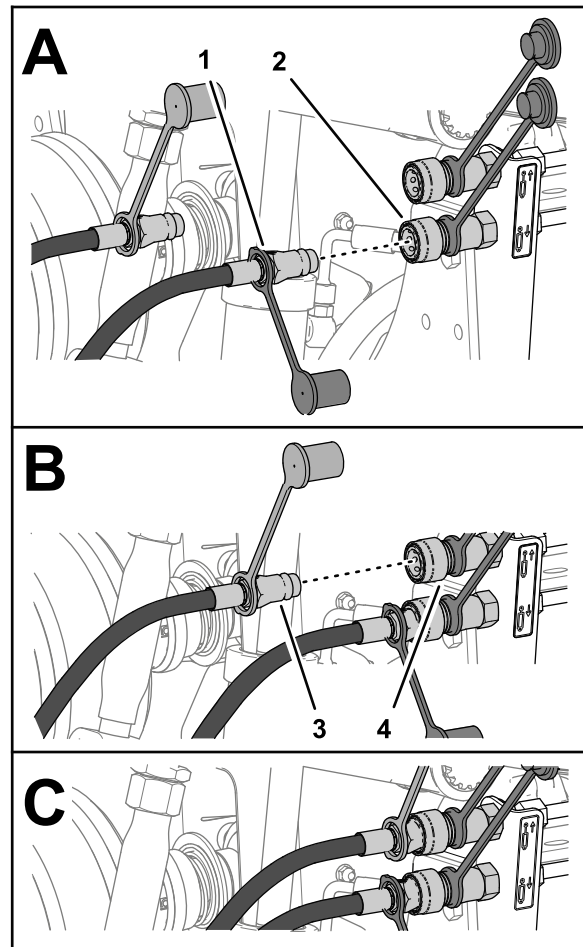

図 33
- シリンダ伸長用ホースのクイックコネクタフィッティングを後部アタッチメント下降用回路のクイックディスコネクトカップリングに接続する 図 33。